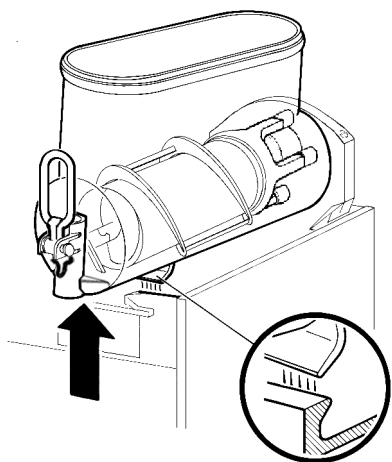
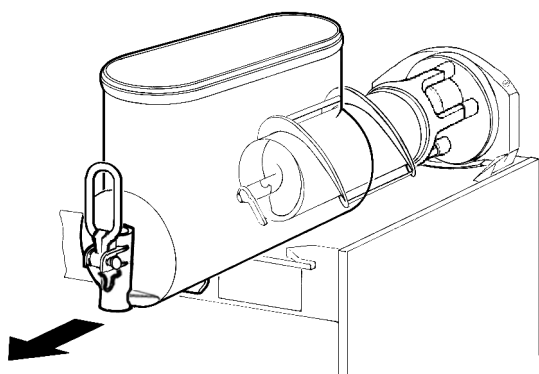

figura 6
figura 7
- 2 Smontare il contenitore spingendone leggermente la parte inferiore (lato rubinetetto) verso l'alto per liberarne gli agganci inferiori (vedere figura 6) e sfilandolo successivamente dal davanti (vedere figura 7).